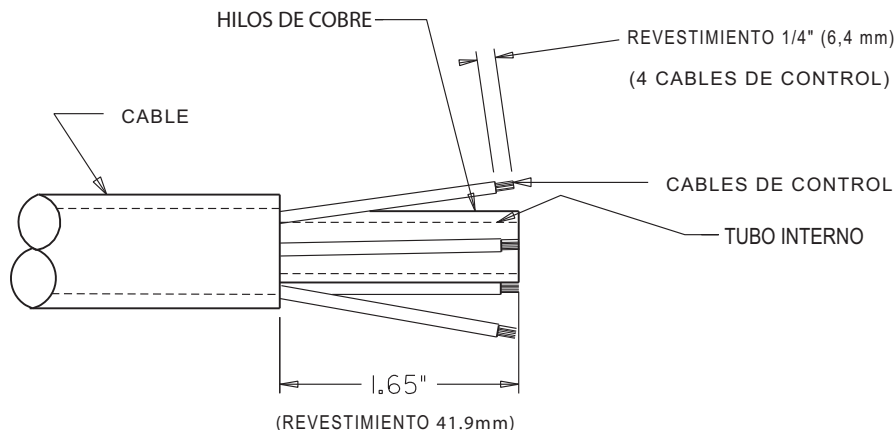

Figura E.2
Corte la sección dañada del cable y remueva 1.65 pulgadas de la cubierta externa. Tenga cuidado de no cortar el aislamiento en los cables de control mientras quita la cubierta. Pele todos los cuatro cables de control .25 pulgadas y conecte una nueva terminal S19492-2 al cable negro y al blanco. Remueva los cables conectados a los cables de control rojo y azul del cable cortado, y suelde estos cables a los cables rojo y azul del cable recién cortado. Aísle las conexiones con tubería termocontráctil o cinta (Vea la Figura E.2).
- e) Corte la sección dañada del cable y quite la cubierta externa como se muestra en la Figura E.2. Tenga cuidado de no cortar el aislamiento en los cables de control mientras quita la cubierta. Pele las puntas de los cables de control rojo y blanco 6.4 mm (1/4 de pulgada).